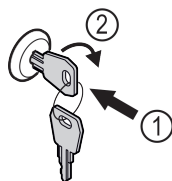

Fig. 105
- ▶ Trykk inn nøkkelen Fig. 105 (1).
- ▶ Vri nøkkelen 90° med klokka Fig. 105 (2).